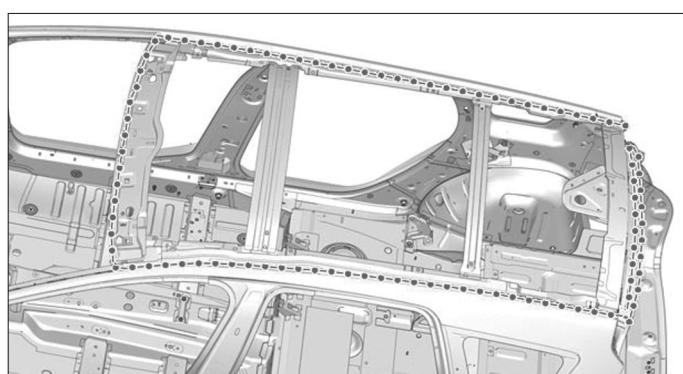

FIG. 133
- Préparer les zones d'accostage des pièces à assembler (Fig.133).